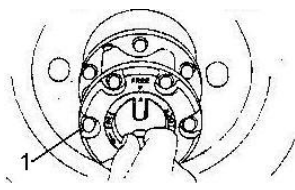

Рис. 4-2.
- установите блокиратор в положение «FREE» (разблокировано) (рис. 4-2.);